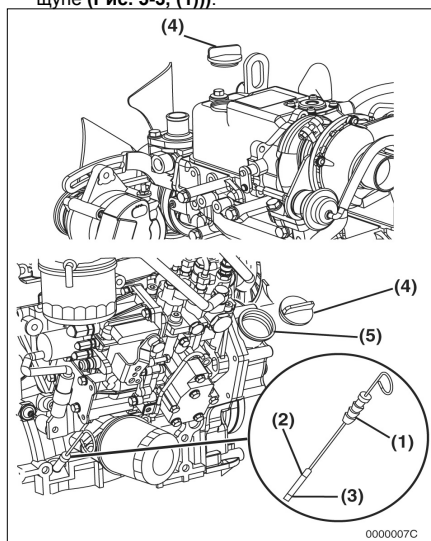

Рис. 5-3
8. Добавьте двигательное масло (**Рис. 5-3, (5)**), как необходимо, пока уровень не между верхней (**Рис. 5-3, (2)**) и нижней линиями (**Рис. 5-3, (3)**), показанными на масляном щупе (**Рис. 5-3, (1)**).
9. Снова установите колпачок масляного фильтра (**Рис. 5-3, (4)**). Если какое-нибудь двигательное масло пролито, вытрите его чистой тканью.